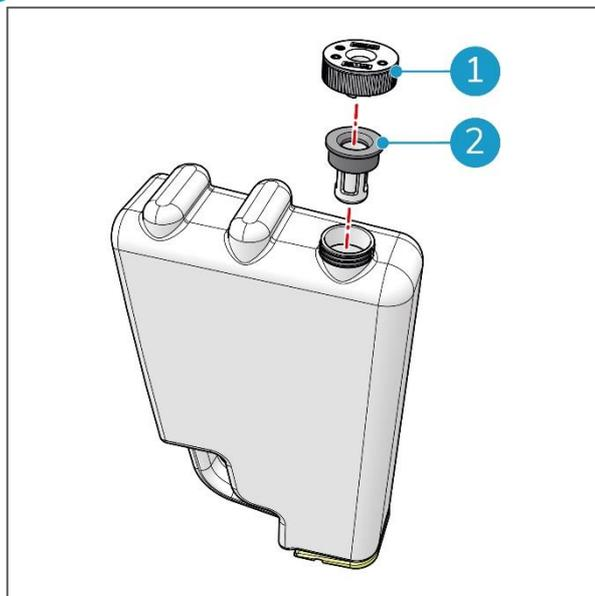

Figure 54
5. Dévissez le bouchon blanc (Figure 54, pos. 1), qui maintient en place le filtre à détergent (Figure 54, pos. 2).
7. Placez le filtre dans le bouchon (Figure 54).
8. Vissez le bouchon au fond du réservoir de détergent (Figure 54) et assurez-vous qu'il est étanche.